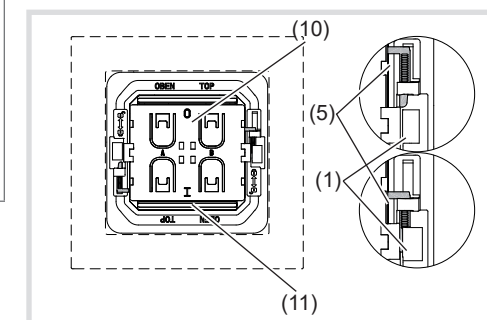

Bild 4: Entriegeltes und verriegeltes Funk-Modul
- Den Rahmen (2) auf die Tragplatte (6) setzen.
- EnOcean Funk-Modul (3) über die Verriegelungszapfen auf die Tragplatte setzen. Dabei die Kennzeichnungen in der Mitte des Moduls beachten - **0** muss oben (10) und **I** unten (11) liegen.
- Die gelben Verriegelungsstifte (5) links und rechts am Funk-Modul nach oben/unten bis zum Anschlag unter die Verriegelungszapfen (1) schieben (Bild 4). Das Funk-Modul ist auf der Tragplatte arretiert.
- Wippe (4) lagerichtig auf das Funk-Modul auflegen und andrücken bis sie einrastet.